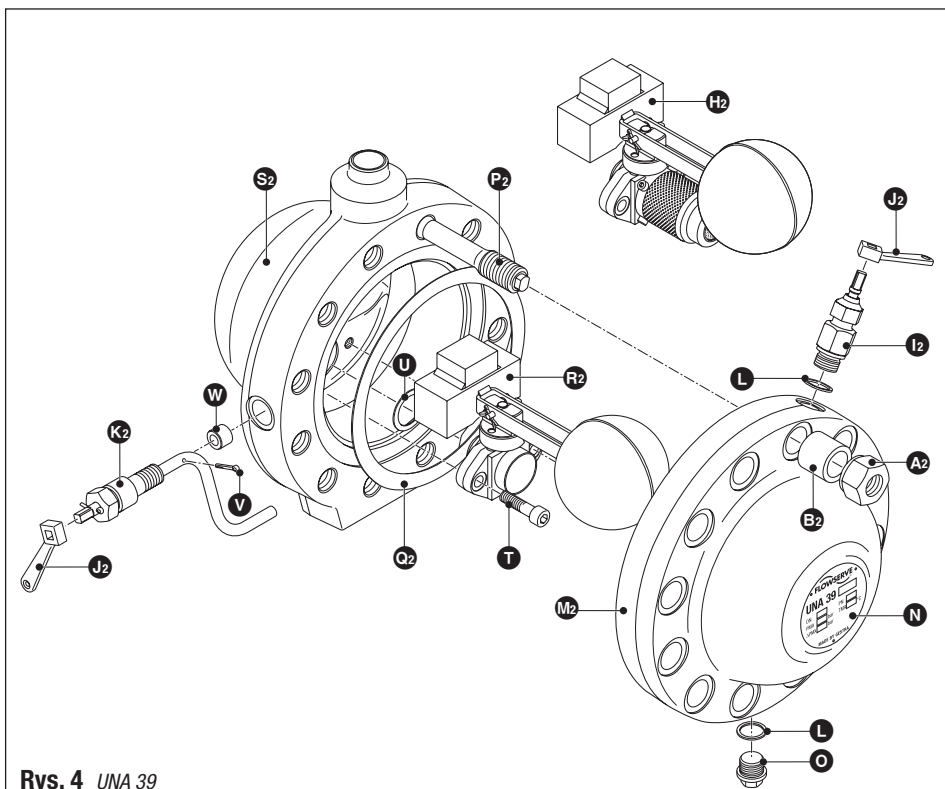

Rys. 2 UNA 38h
1. Dołączyć uchwyt **Ⓐ** do dźwigni podnoszenia pływaka **Ⓚ**. (patrz **rys. 2** i **rys. 4**)